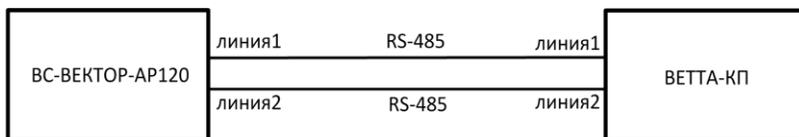

Рис.6 Подключение к системе «ВЕТТА-2020» по двум линиям связи и резервирования канала связи
3) В приборе «BC-ВЕКТОР-AP120» при конфигурировании может быть включен режим выполнения прибором функций ПОО СПИ (см. ниже), после чего прибор может быть подключен к системе «ВЕТТА-2020» по двум линиям связи RS-485 с использованием двух портов RS-485 и резервированием канала связи (Рис.6). С целью увеличения дальности связи и для использования беспроводной связи в линию 1 и в линию 2 могут быть включены устройства «ВЕТТА-МП» и «ВЕТТА-МР».